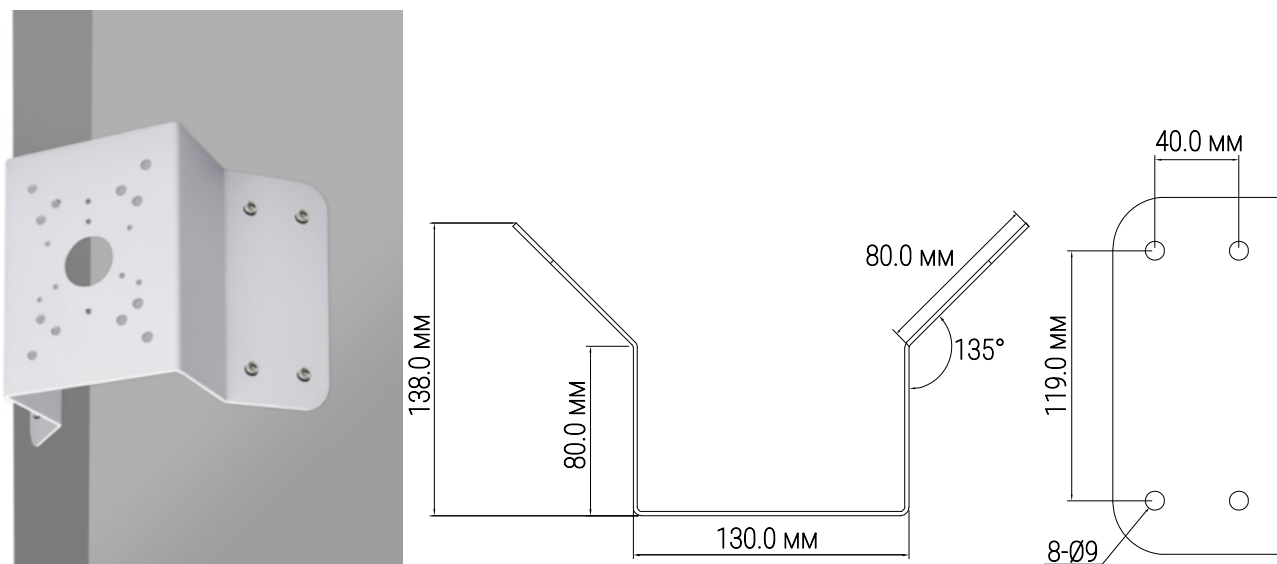

Рисунок 4.28 – Определение точек крепления кронштейна на установочной поверхности
1. Используя угловой кронштейн, отметьте точки крепления на установочной поверхности (Рисунок 4.28) и просверлите 4 отверстия (диаметр 8 мм, глубина не менее 65 мм) в установочной поверхности.